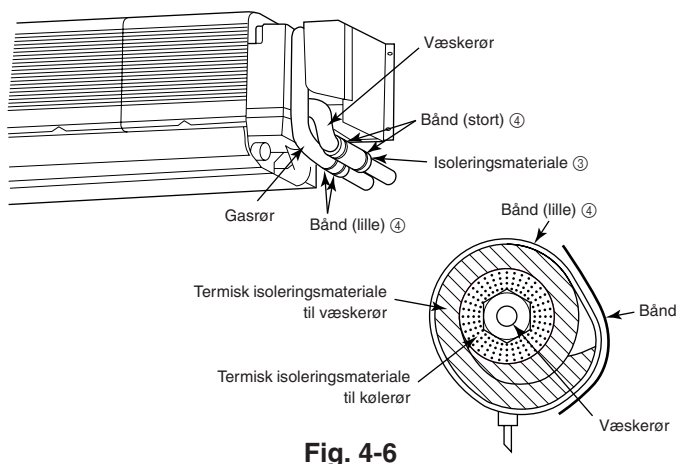

Fig. 4-6
4.4. Kølerørføringsarbejde (Fig. 4-6)